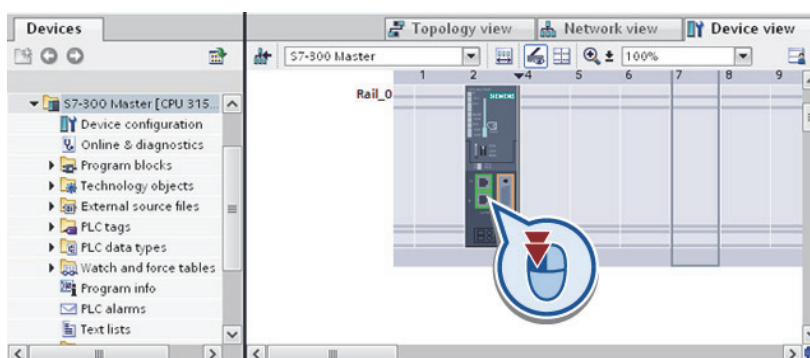

Рис. 1.7. Выбор интерфейса Ethernet
- дважды щелкните интерфейс Ethernet процессора (рис. 1.7);